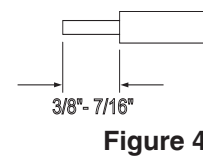

Figure 4
- Dénuder les fils noir et blanc sur 9.5 -11.1mm. **Voir la Fig 4** Insérer le câble romex dans la baque anti-traction puis visser les vis afin de solidifier.
See Fig. 4
5. Pele las puntas de los cables blanco y negro para exponer de 3/8" a 7/16" (9.5 mm a 11 mm) del metal. **Ver Fig 4.** Inserte el romex a través del sujetador de cable y apriete los tornillos para asegurar para que estén fuera del medio, gire la cubierta del canal de alambreado hacia arriba en posición.